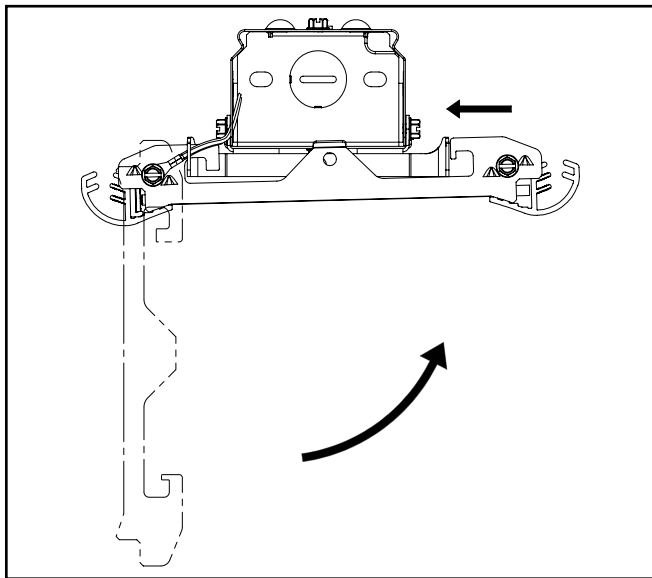

Figura 5.3.
- C. Gire dicha unidad de la guía de onda hacia el otro extremo del conjunto de la carcasa del conductor y muévelo horizontalmente hacia el extremo de la lengüeta más gruesa (Figura 5.3).